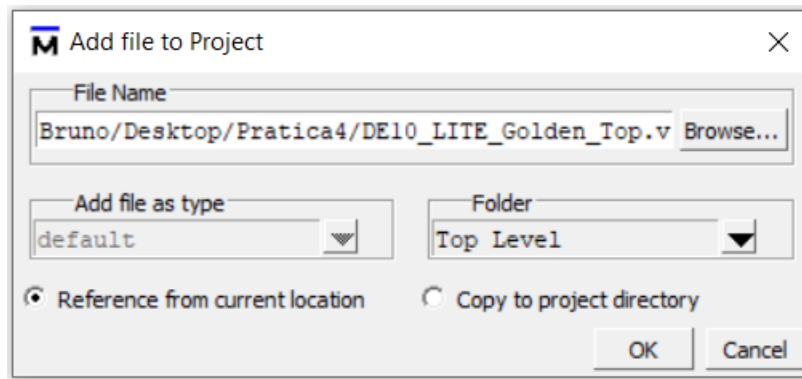
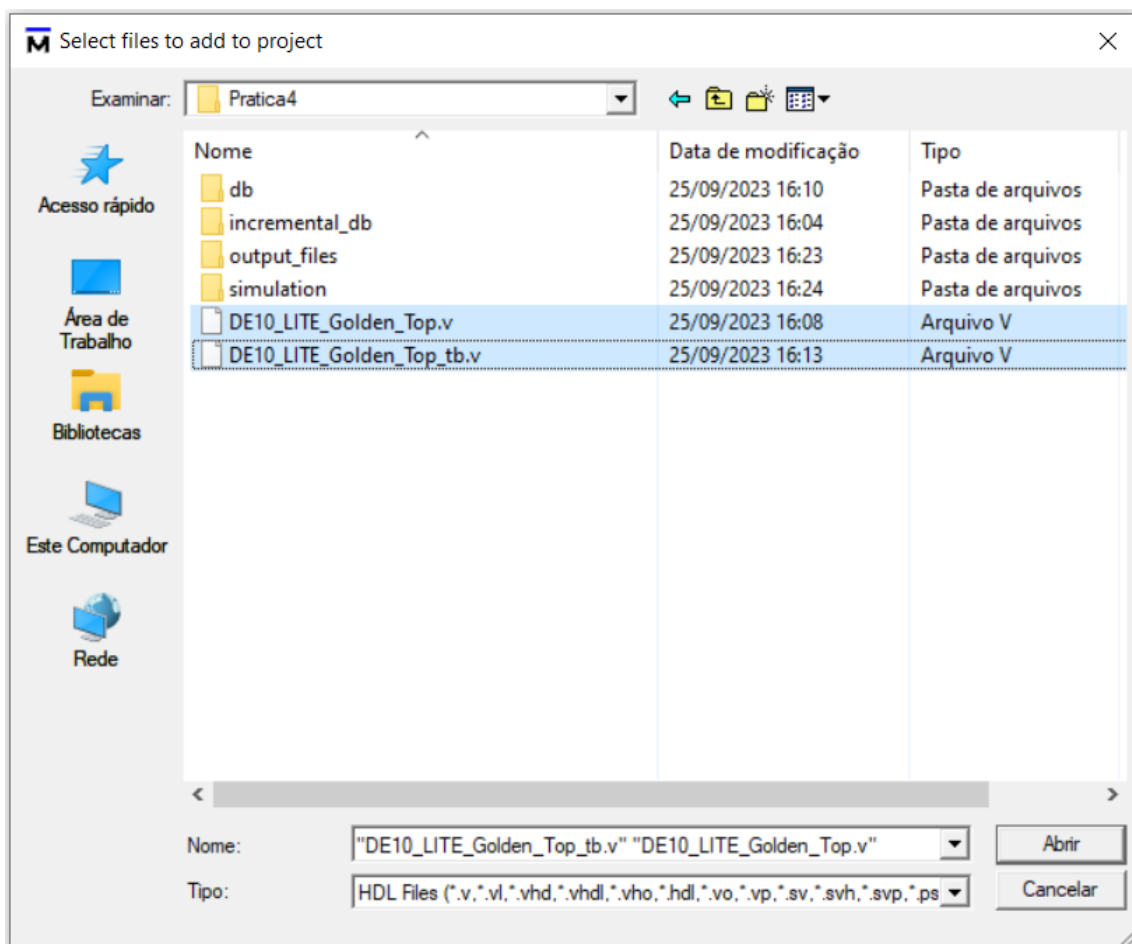

Figura 3: ModelSim - Add file do Project.
Figura 4: Select files to add to Project.
- Na janela que aparecer (Figura 3), clique em Browse e selecione os dois arquivos em Verilog DE10_LITE_Golden_Top.v e DE10_LITE_Golden_Top_tb.v, localizados na pasta Pratica4 (ver Figura 4). Clique em Abrir, certifique-se de que a opção *Reference from current location* esteja marcada e depois em OK. Por fim, clique em Close;